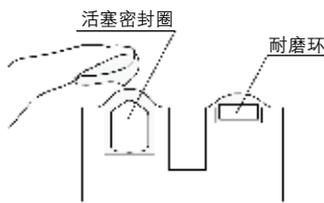
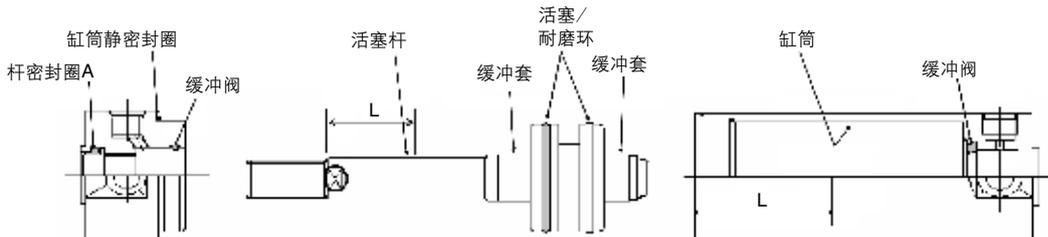

图7 活塞密封圈
图9 润滑脂的涂抹位置
- ③9 活塞密封圈:根据润滑脂涂擦要领,在密封圈槽内部和外周涂抹润滑脂。(参见图7)
- ③0 缸筒静密封圈:涂上薄薄一层润滑脂。
- 气缸各零部件:对图9的各零部件涂抹润滑脂。